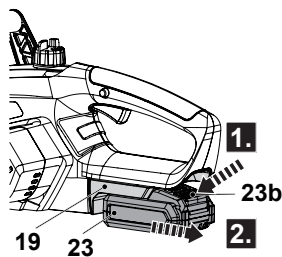

Fig. 14
2. Pressionar o botão de libertação (23b) e retirar pacote de baterias (23) da porta de ancoragem da bateria (19) (Fig. 14).